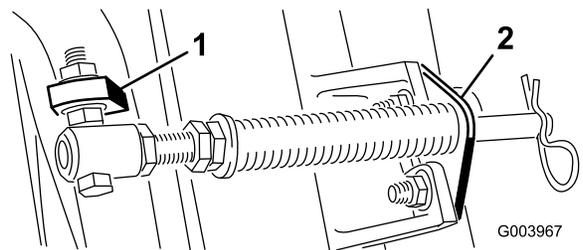

図 6
C. スプリングチューブのボルトを、反対側のキャリアフレームのタブに取り付け、フランジナットで固定する。図6に示すように、ボルトの頭部がタブの外側を向くように取り付けること。
D. カッティングユニットのタブにロッドブラケットを取り付け、キャリッジボルト2本とナットで固定する図6。